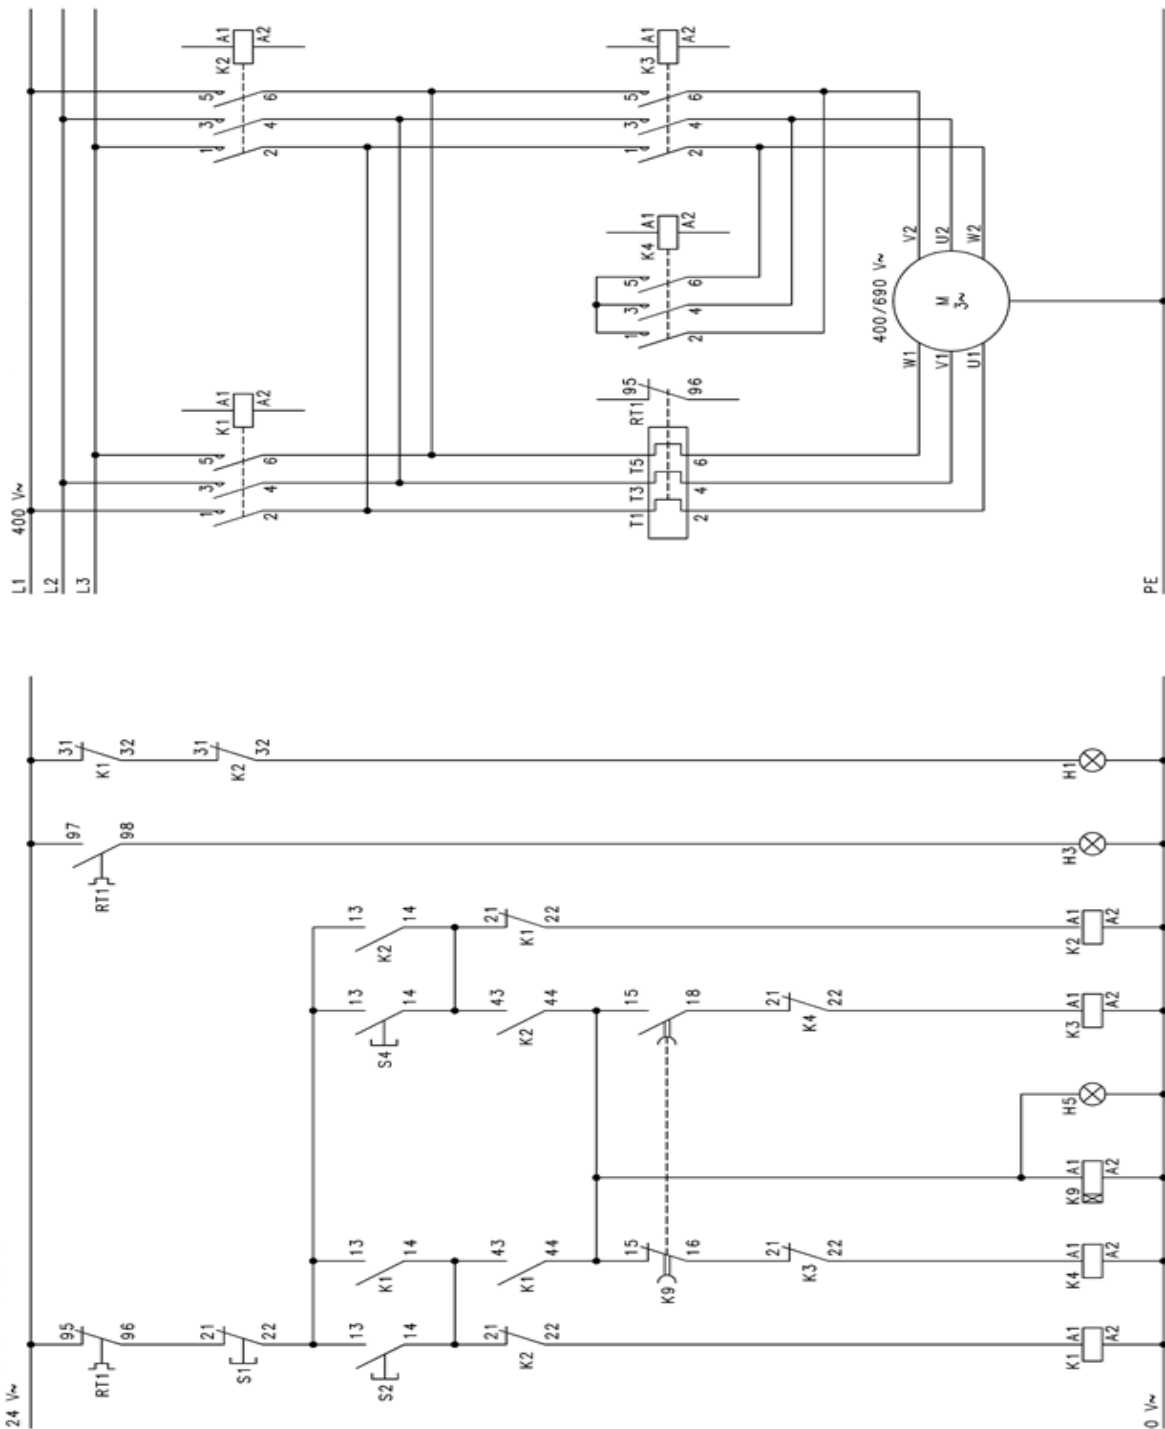

Figure 7 : Circuit de puissance et de commande d'un teleinverseur, démarrage Etoile / Triangle pour moteur asynchrone triphasé
- a. Raccorder les dispositifs comme indiqués dans la figure 7.